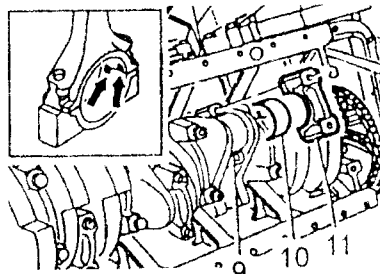

Fig. 96
**Nota:** Hacer que el muñón de retención y el muñón de biela vayan en la misma dirección (flecha) (Fig. 96).